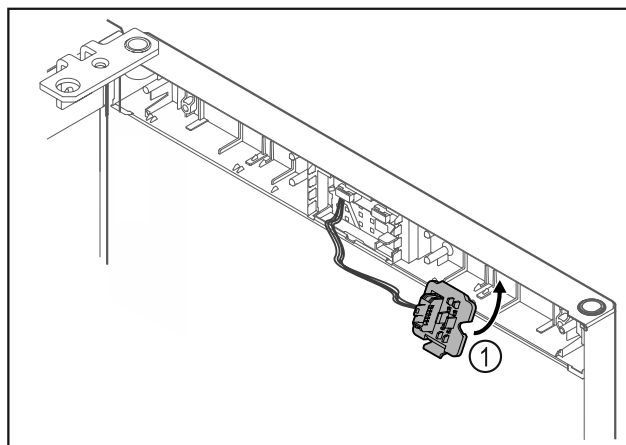

Fig. 24
- Innestare il porta-connettore Fig. 24 (1) sul lato opposto.